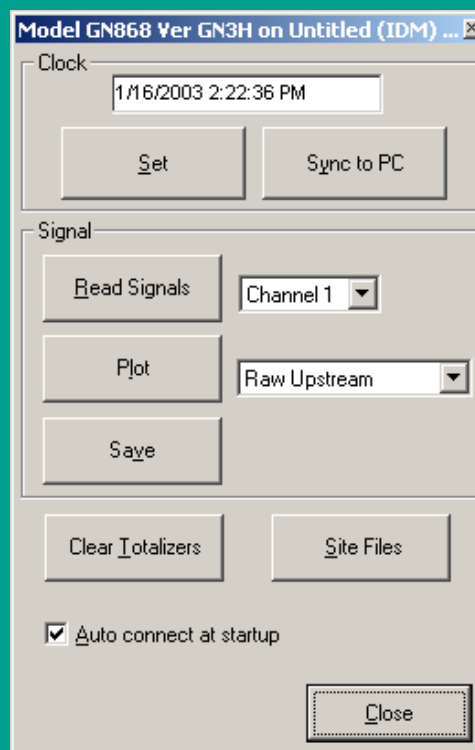

Рисунок 28: Варианты активного сигнала в окне «properties» (свойства)
1. Щелкните кнопку *read signals* (считать сигналы). (Если измерительный прибор является многоканальным, откройте раскрывающееся меню «channel» (канал) и нажмите на нужный канал). Через какое-то время появится окно *properties* (свойства), показанное на рис. 28.